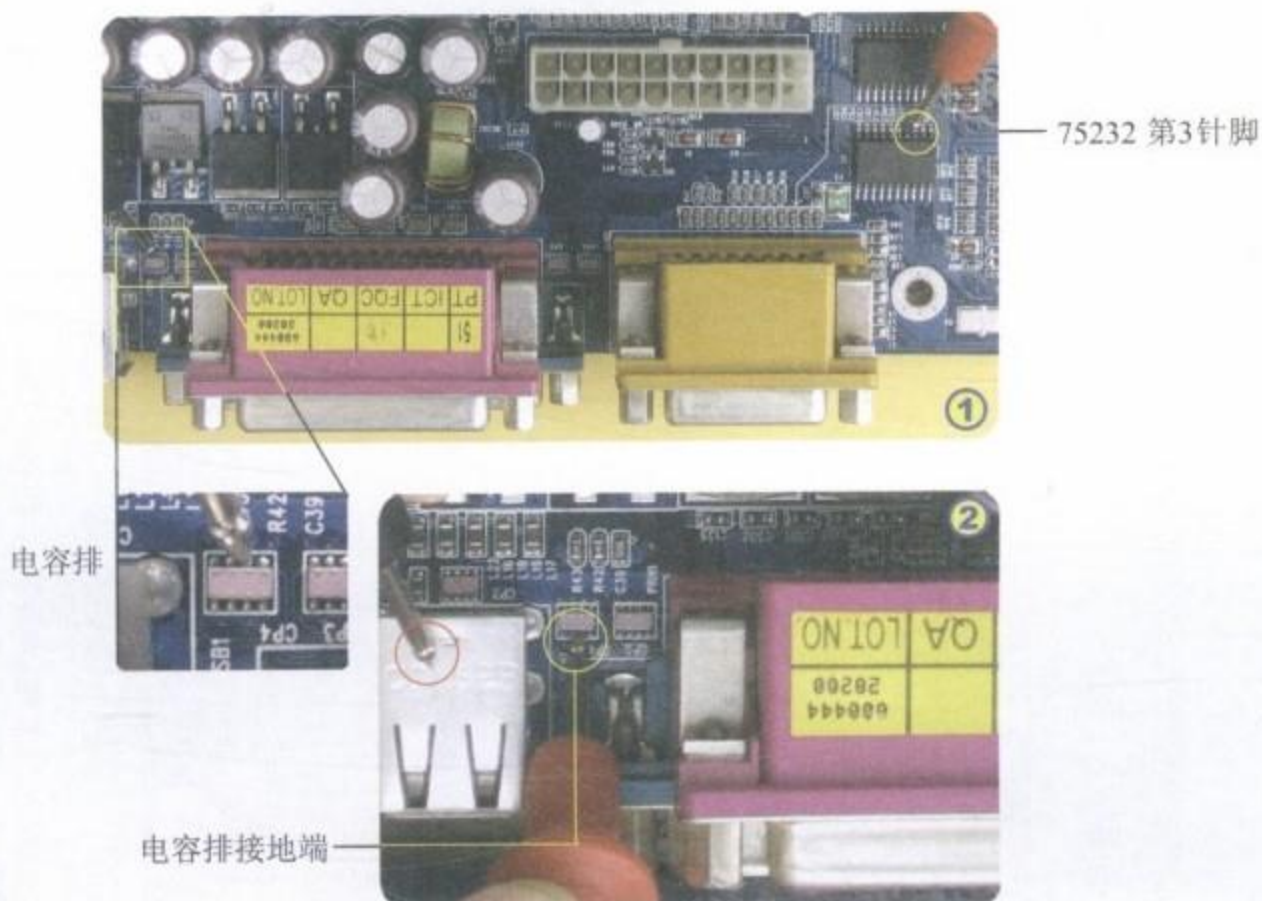

图5-41 测量电容排
Step 04 测量串口电路中连接的电容排，如图5-41所示。